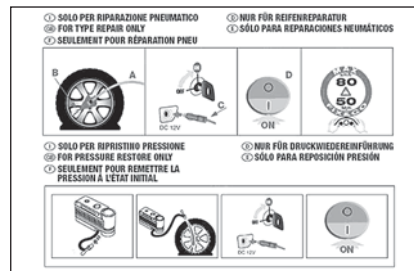

fig. 3
- pieghevole informativo (vedere **fig. 3**), utilizzato per un pronto uso corretto del kit di riparazione rapida e successivamente consegnato al personale che dovrà maneggiare il pneumatico trattato;